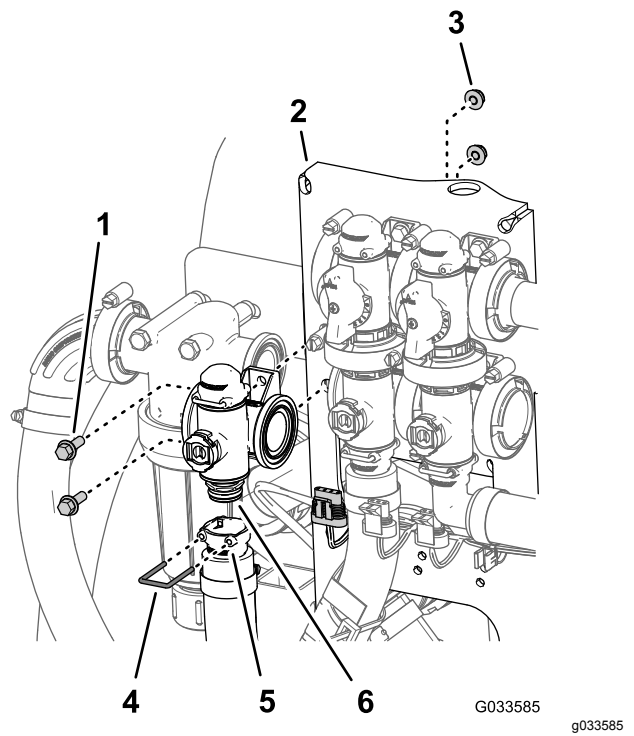

Bild 114
2. Entfernen Sie den Halter, mit dem das Auslaufanschlusstück an der Verteilerkupplung für das Dosierungsregelventil befestigt ist (Bild 114).
3. Entfernen Sie die zwei Bundkopfschrauben (1/4 x 3/4) und zwei Sicherungsbundmutter (1/4), mit denen das Dosierungsregelventil an der Ventilebefestigung befestigt ist, und entfernen Sie den Ventilverteiler von der Maschine (Bild 114).